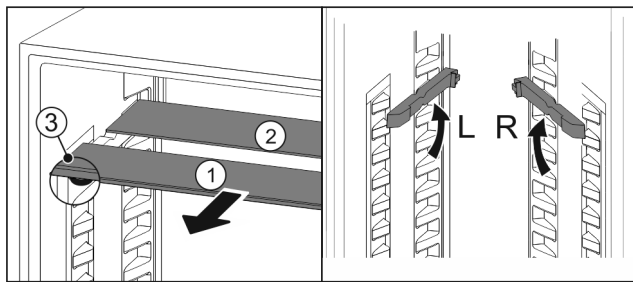

Fig. 85
- ▶ 将玻璃隔板逐个向前拉出 Fig. 85 (1)。
- ▶ 带装饰条的玻璃隔板 Fig. 85 (1)在前。
- ▶ 阻挡装置 Fig. 85 (3)指向下方。